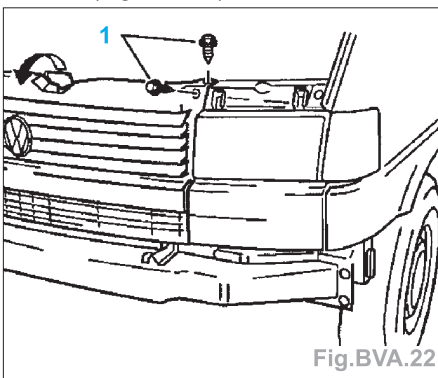

Fig.BVA.22
- Déposer les vis (**1**) et rabattre le radiateur vers l'avant, dans le sens de la flèche (Fig.BVA.22).